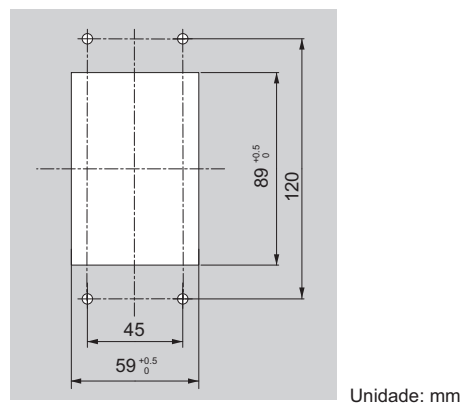

Figura 2.10 Dimensões de corte do painel (instalação de montagem interna/embutida)
1. Corte uma abertura no painel do gabinete para o monitor de LED conforme mostrado na **Figura 2.10**.